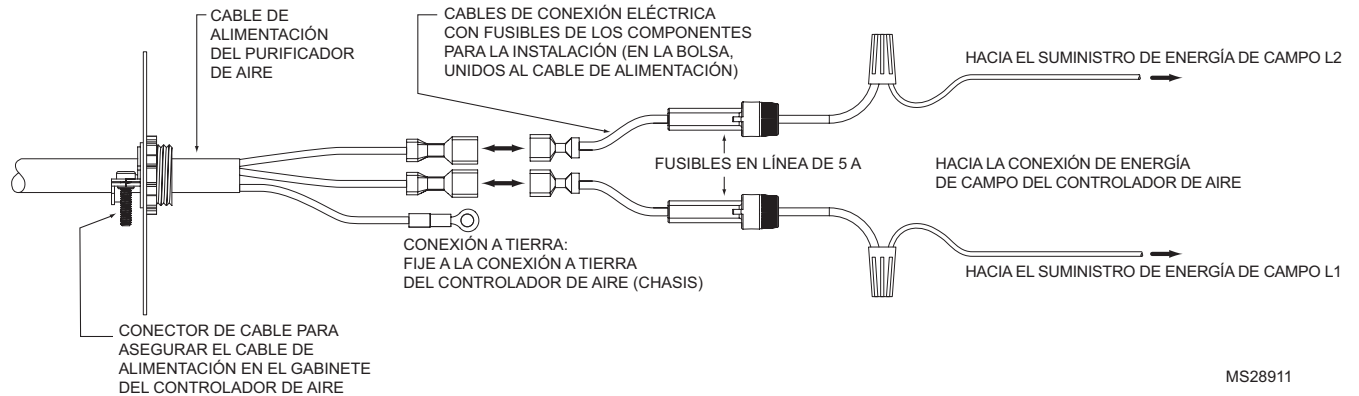

Fig. 13. Conexión a tierra del chasis del controlador de aire mejorado Honeywell.
- Fije los terminales de conexión rápida a los cables de conexión eléctrica con fusibles (en la bolsa de piezas, unidos al cable de alimentación) y conéctelos a la energía de campo entrante. Los terminales son de polaridad neutra y pueden ser conectados en cualquier polaridad. Fije el anillo de conexión a tierra a la conexión a tierra del chasis del controlador de aire (ver Fig. 13 en la página 16).